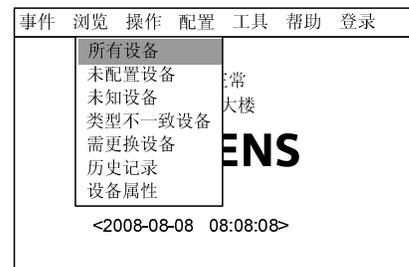
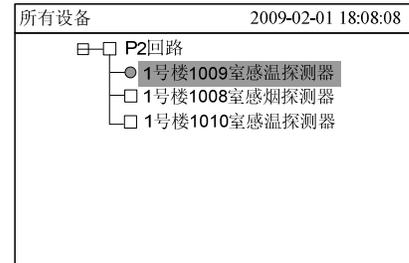

图 15-2
图 15-3
2. 按“→”键选择“浏览”子菜单（图 15-2），然后按“↓”键选择“所有设备”，然后按“OK”键，树状图显示出来（图 15-3）。在树状图中通过站、回路、点一层一层向下查找，直到找到需要定位测试的设备或探测回路。